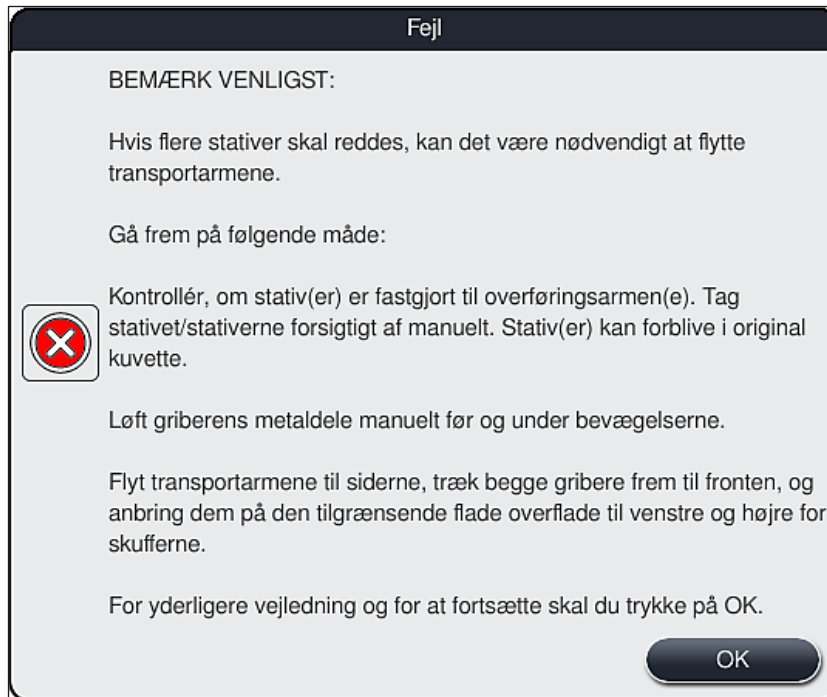

Fig. 109
3. Når du har trykket på knappen **OK** (→ "Fig. 108"), vises der en ny informationsmeddelelse (→ "Fig. 109"), som giver brugeren anvisninger om den korrekte fremgangsmåde til fjernelse af de pågældende stativer.